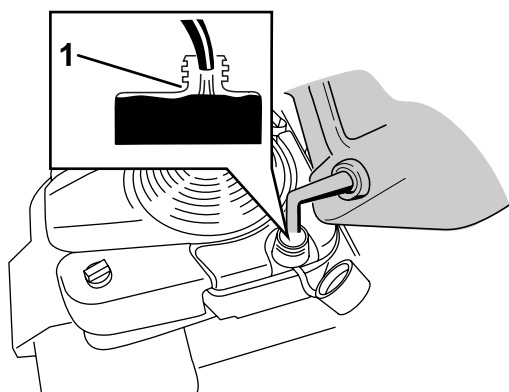

Figure 12
1. Nettoyez la surface autour du bouchon du réservoir de carburant et enlevez le bouchon (Figure 12).